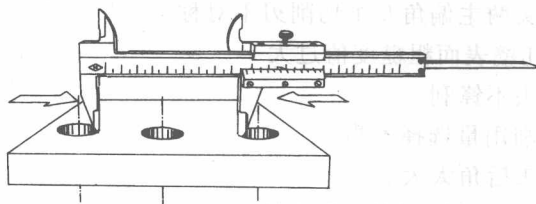

图 1-14
① 测量孔径。用游标卡尺测量 3 个孔径应为  $16 \sim 16.43\text{mm}$ 。
② 测量孔距。用游标卡尺测量，测量方法见图 1-14。